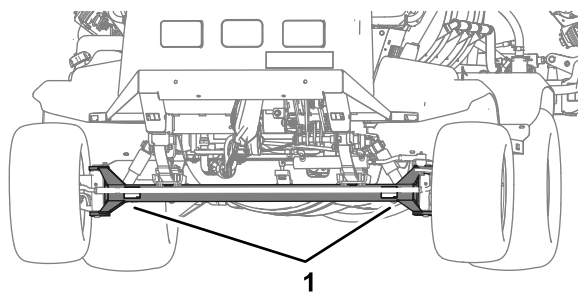
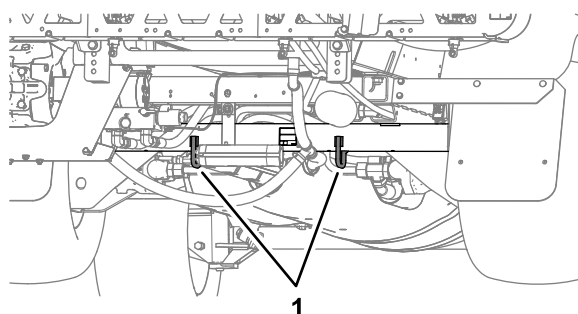

図 55
図 56
- 本機をトラックなどに載せて確実に固定する 図 55と 図 56に示すロープ掛けポイントを利用する。